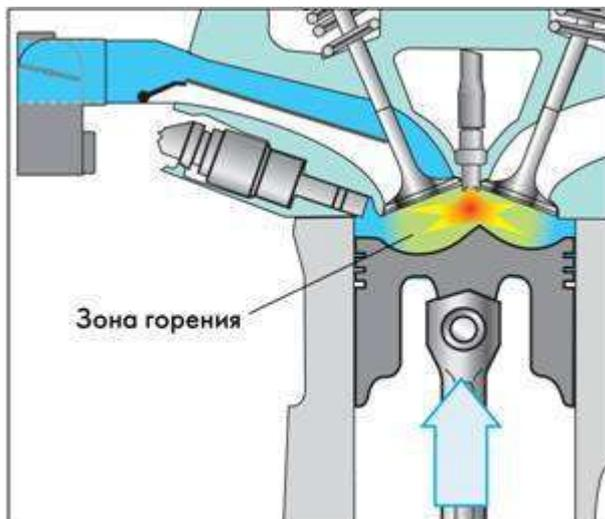

Рисунок 3.16 – Процесс сгорания при послойном распределении смеси
5. Процесс сгорания (рис.3.16)